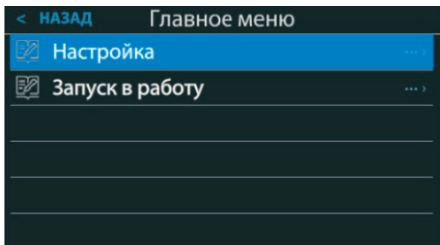

Рисунок 19 – Стартовый экран
6.1 Стартовая настройка (рисунок 19)